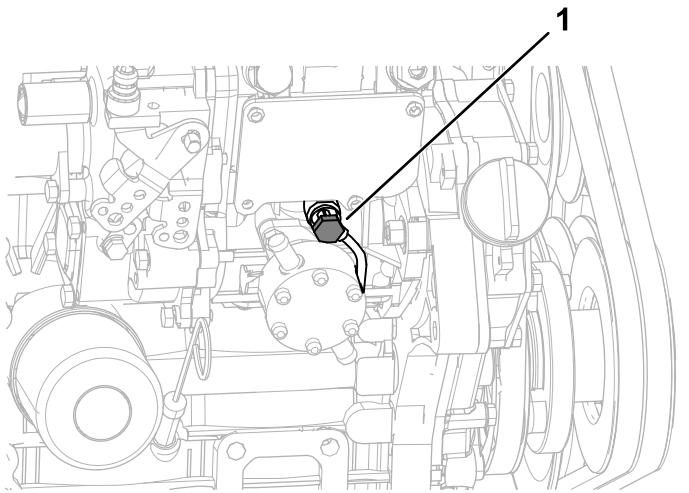

Figura 65
6. Abra el tornillo de purga de aire de la bomba de inyección de combustible (Figura 65).
8. Apriete el tornillo de purga de aire (Figura 65).